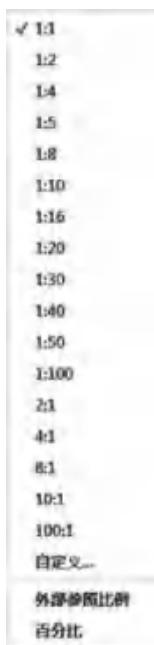

图 1-17 注释比例列表
(11) 二维对象捕捉：使用执行对象捕捉设置(也称对象捕捉)，可以在对象上的精确位置指定捕捉点。选择多个选项后，将应用选定的捕捉模式，以返回距离靶框中心最近的点。按Tab键以在这些选项之间循环。
(12) 线宽：分别显示对象所在图层中设置的不同宽度，而不是统一线宽。
(13) 透明度：使用该命令，调整绘图对象显示的明暗程度。
(14) 选择循环：当一个对象与其他对象彼此接近或重叠时，准确地选择某一个对象是很困难的，使用“选择循环”的命令，单击鼠标左键，弹出“选择集”列表框，里面列出了鼠标单击周围的图形，然后在列表中选择所需的对象。
(15) 三维对象捕捉：三维中的对象捕捉与在二维中工作的方式类似，不同之处在于在三维中可以投影对象捕捉。
(16) 动态 UCS：在创建对象时使 UCS 的 XY 平面自动与实体模型上的平面临时对齐。
(17) 选择过滤：根据对象特性或对象类型对选择集进行过滤。当按下图标后，只选择满足指定条件的对象，其他对象将被排除在选择集之外。
(18) 小控件：帮助用户沿三维轴或平面移动、旋转或缩放一组对象。
(19) 注释可见性：当图标亮显时表示显示所有比例的注释性对象；当图标变暗时表示仅显示当前比例的注释性对象。
(20) 自动缩放：注释比例更改时，自动将比例添加到注释对象。
(21) 注释比例：单击注释比例右下角小三角符号弹出注释比例列表，如图 1-17 所示，可以根据需要选择适当的注释比例。
(22) 切换工作空间：进行工作空间转换。
(23) 注释监视器：打开仅用于所有事件或模型文档事件的注释监视器。
(24) 单位：指定线性和角度单位的格式和小数位数。
(25) 快捷特性：控制快捷特性面板的使用与禁用。
(26) 锁定用户界面：按下该按钮，锁定工具栏、面板和可固定窗口的位置和大小。
(27) 隔离对象：当选择隔离对象时，在当前视图中显示选定对象，所有其他对象都暂时隐藏；当选择隐藏对象时，在当前视图中暂时隐藏选定对象，所有其他对象都可见。
(28) 图形特性：设定图形卡的驱动程序以及设置硬件加速的选项。
(29) 全屏显示：该选项可以清除 Windows 窗口中的标题栏、功能区和选项板等界面元素，使 AutoCAD 的绘图窗口全屏显示，